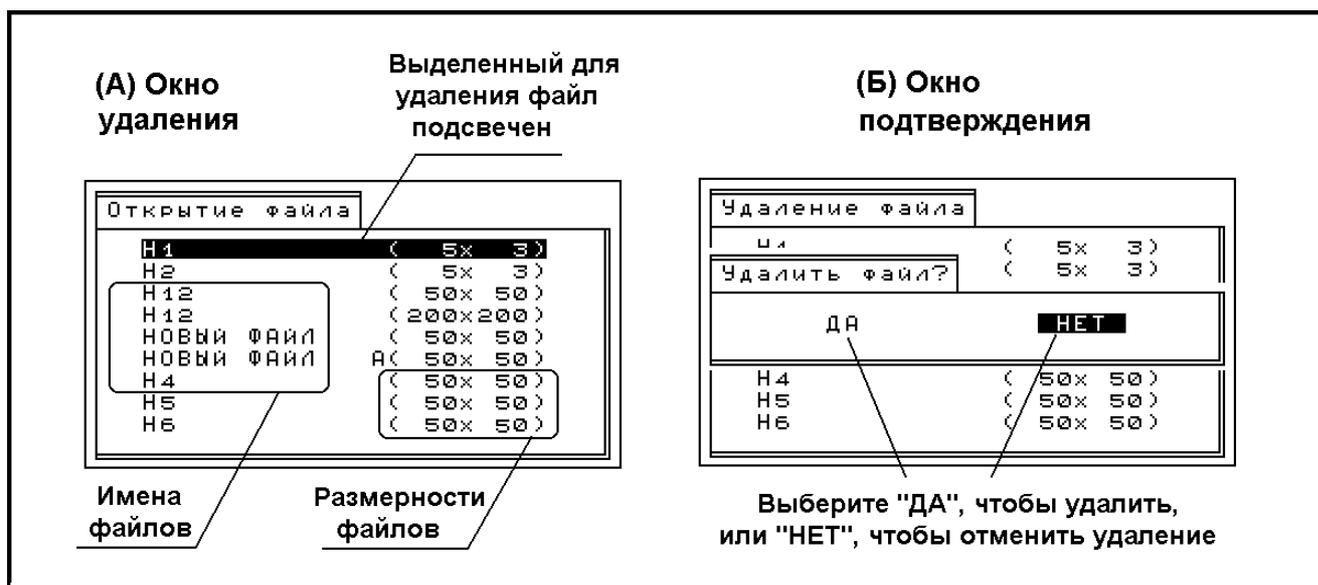
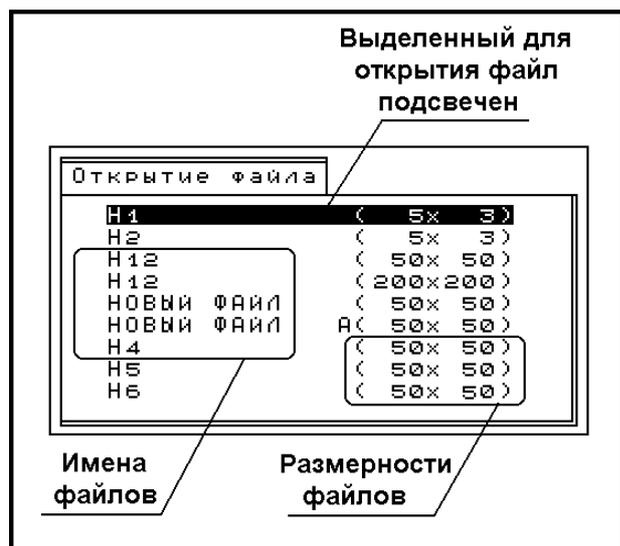

Рис. 4.6. Удаление файлов по отдельности.
Рис. 4.7. Окно открытия файлов.
**Шаг 3:** Нажимая или , выберите параметр "Открыть файл". Нажмите . Прибор перейдет в режим открытия файла. Экран толщиномера при этом будет иметь вид, представленный на рис. 4.7. На экране отображен список имен файлов, доступных для открытия.
**Примечание.** В этом списке нет файлов-сохранений результатов В-сканирования (смотреть главу 4.1.). Эти файлы можно только просмотреть и нельзя редактировать. Для их просмотра существует специальное окно, аналогичное рис. 4.6. (глава 4.9.)
**Шаг 3:** Нажимая или , выберите параметр "Удалить файл". Нажмите . Прибор перейдет в режим удаления файла. Экран толщиномера при этом будет иметь вид, представленный на рис. 4.6 (А). На экране отображен список имен файлов, доступных для удаления по отдельности.
**Шаг 4.** Нажимая , выберите тип удаляемых файлов: Массив или В-скан. При этом заголовок окна рис. 4.6(А) будет принимать два возможных значения: "Удаление файлов" или "Удаление В-сканов". В соответствии с этим в окне будут отображаться списки файлов соответствующих типов. О сохранении и просмотре результатов В-сканирования подробнее смотреть раздел 4.7.
**Шаг 5.** Нажимая или , выберите имя файла, который необходимо удалить, и нажмите . Прибор выдаст на экран запрос о подтверждении на удаление (рис. 4.6 (Б)).
**Шаг 6.** Нажимая или , выберите "ДА" и нажмите . Файл будет удален и прибор вернется в режим удаления файлов (рис. 4.7. (А)). Если вы выбрали "НЕТ", то файл НЕ БУДЕТ удален и прибор вернется в режим удаления файлов (рис. 4.6. (А)).